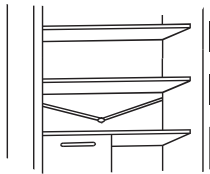

Abb. 20
- Die Ablassleitung des Wassers (Abb. 20) im Kühlschrankbereich sauber halten, um Wasser darin zu vermeiden.